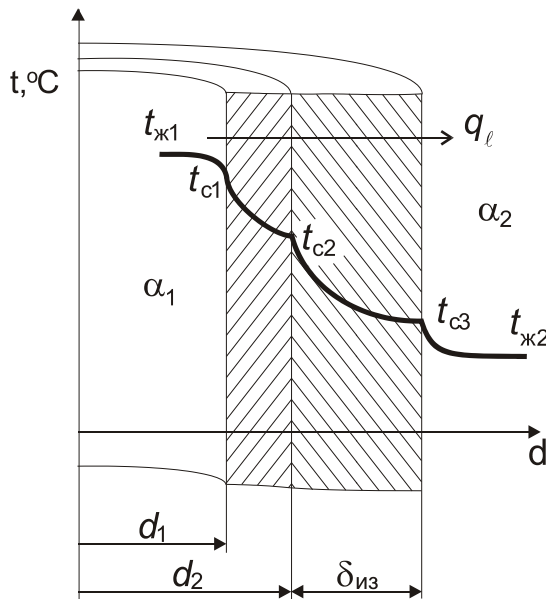

Рис. 2.13
**2.50.** Вычислить потерю теплоты с  $1\text{ м}$  неизолированного трубопровода (рис. 2.13) диаметром  $d_1/d_2 = 150/165\text{ мм}$ , проложенного на открытом воздухе, если внутри трубы протекает вода со средней температурой  $t_{\text{жс}1} = 90\text{ }^\circ\text{C}$  и температура окружающего